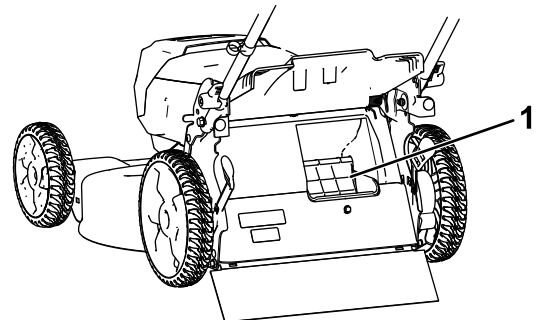

Figura 14
**Importante:** Para asegurar un funcionamiento correcto, retire cualquier recorte de hierba y otros residuos de la tapa de ensacado a demanda y del hueco adyacente (Figura 14) antes de mover la palanca de ensacado a demanda de una posición a la otra.